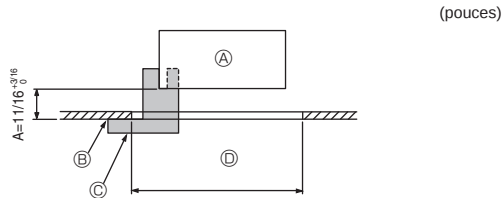
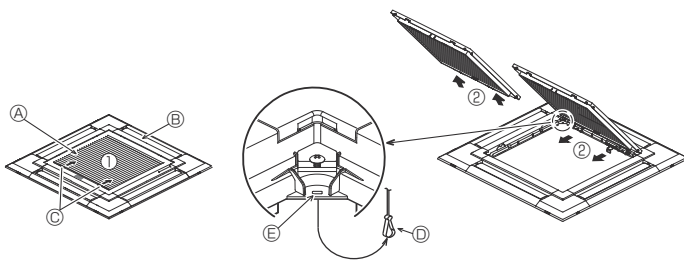
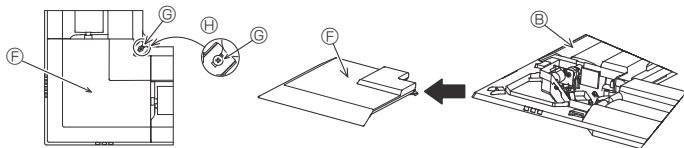

Fig. 6-2
Fig. 6-3
Fig. 6-4
①	Grille	1	950 × 950 (mm), 37-13/32 × 37-13/32 (pouces)
②	Jauge	1	Divisée en quatre parties
③	Vis (4 × 16)	1	Pour PLFY-WL-NEMU-E(1)
④	Panneau en coin 3D i-see Sensor	1	Pour PLFY-WL-NEMU-E(1)
6.2. Préparation avant d'attacher la grille (Fig. 6-2)
- A l'aide de la jauge ② fournie avec ce kit, régler et vérifier la position de l'appareil par rapport au plafond. Si l'appareil n'est pas correctement positionné, il y aura des risques de fuites d'air et de la condensation pourrait s'accumuler.
- ① Appareil principal
② Plafond
③ Jauge ② (insérée dans l'appareil)
④ Dimensions de l'ouverture dans le plafond
6.2.1. Retrait de la grille d'admission (Fig. 6-3)
- Pour ouvrir la grille d'admission, faire glisser les leviers dans le sens indiqué par la flèche ①.
- Lorsque la grille se trouve en position "ouverte", retirer la charnière de la grille d'admission comme indiqué par la flèche ②.
6.2.2. Retrait du panneau en coin (Fig. 6-4)
- Retirer la vis du coin du panneau en coin. Faire glisser le panneau comme indiqué par la flèche ① pour le déposer.
- [Fig. 6-3] [Fig. 6-4]
① Grille d'admission
② Grille
③ Leviers de la grille d'admission
④ Crochet de la grille
⑤ Orifice pour le crochet de la grille
⑥ Panneau en coin
⑦ Vis
⑧ Détail